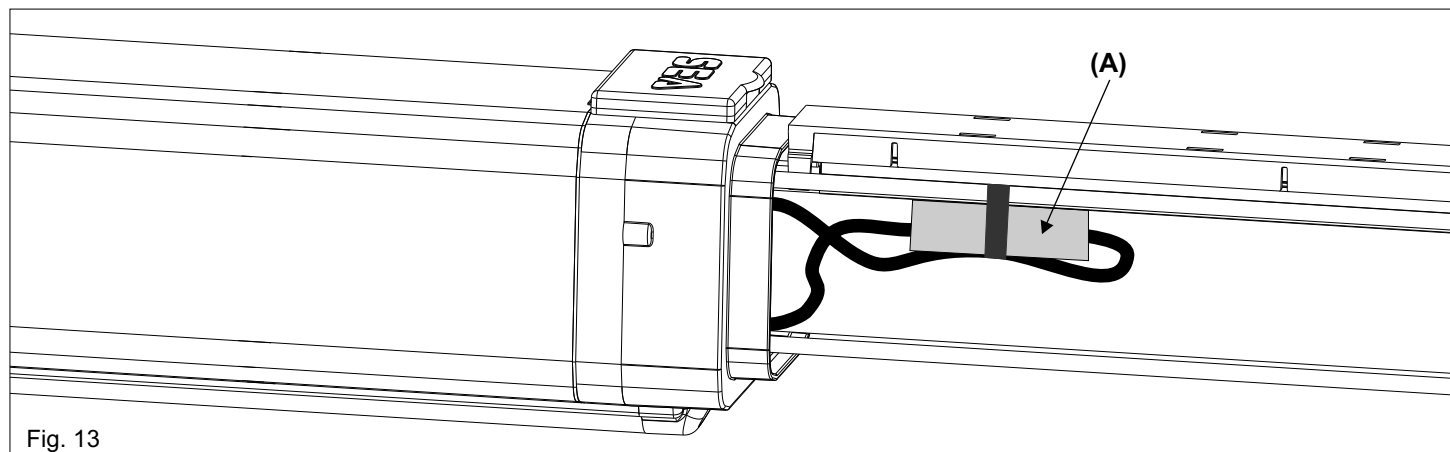

Fig. 13
Per evitare che nel montaggio del copristelo vengano tranciati i cavi, fissare il connettore (A) al tirante con una fascetta, come mostrato in Fig.13.
To prevent that during installation of the rod cover the cables are cut, fix the connector (A) to the rod with a clamp, as shown in Figure 13.
Pour éviter que lors de l'installation du couvercle de tige les câbles sont coupés, fixer le connecteur (A) à la tige avec une bande, comme indiqué sur la figure 13.
Para evitar que en el montaje del copristelo sean cortados los cables, fijar el conector (A) al tirante con una faja, como enseñado en Fig. 13.